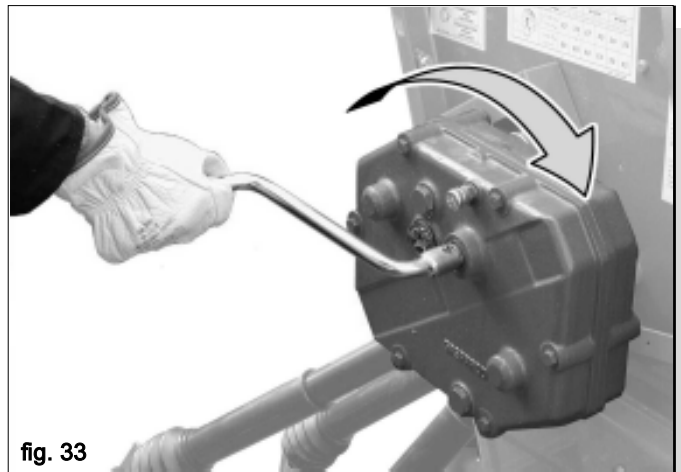

fig. 33
- 4) Die Kurbel (Abb. 33) in die Getriebespindel einsetzen und im Uhrzeigersinn drehen.